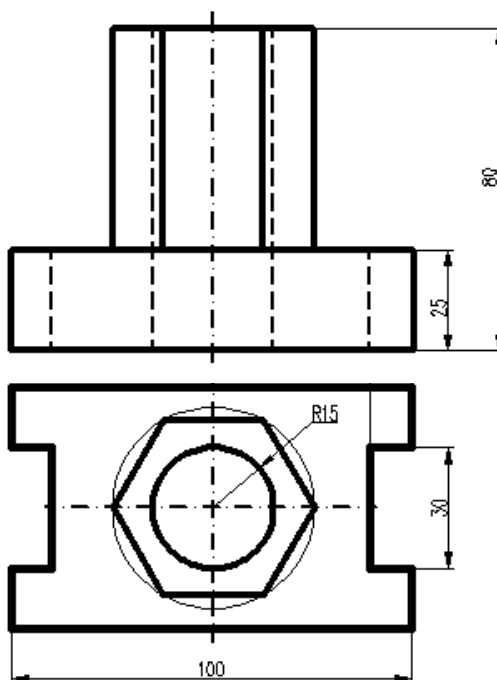

Рис. 9. Вариант задания.
2. Изучить пример выполнения детали (рис.9)
Заданная деталь имеет две оси симметрии и состоит из двухосновных частей. Нижняя часть – четырехгранная призма, верхняя часть – шестигранная призма. В центре детали имеется цилиндрическое отверстие (рис. 9).